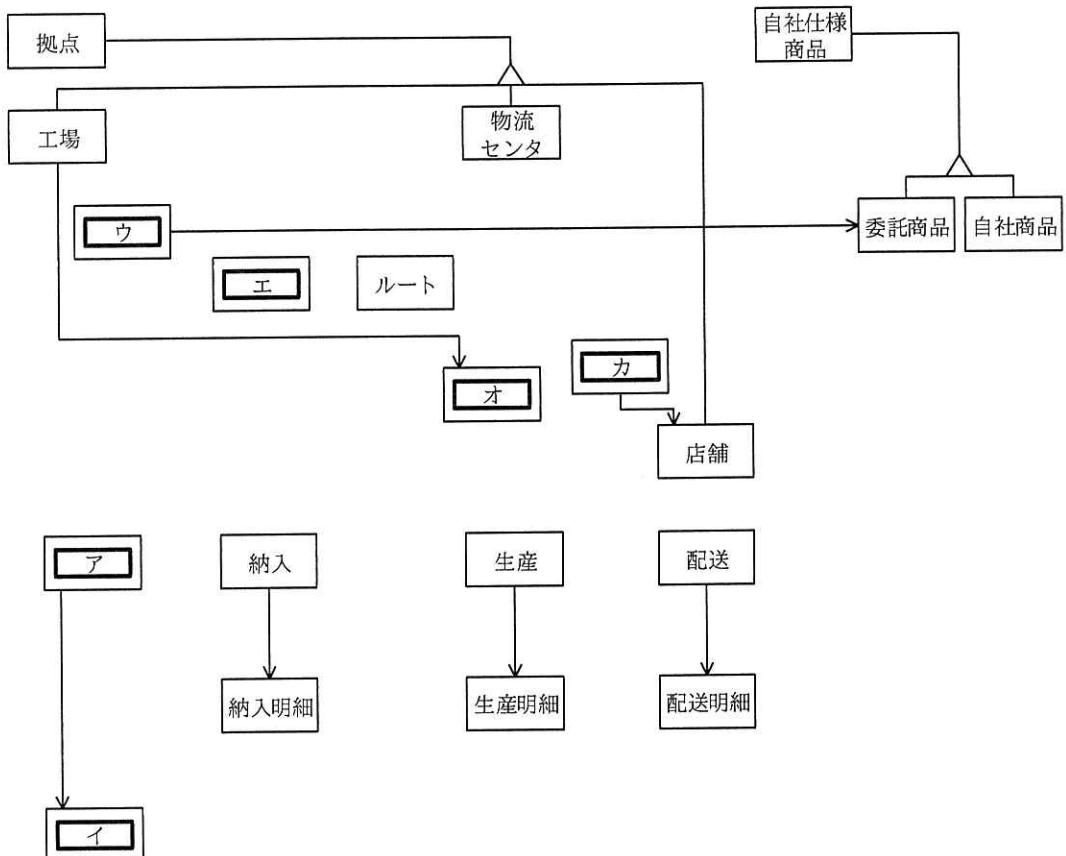
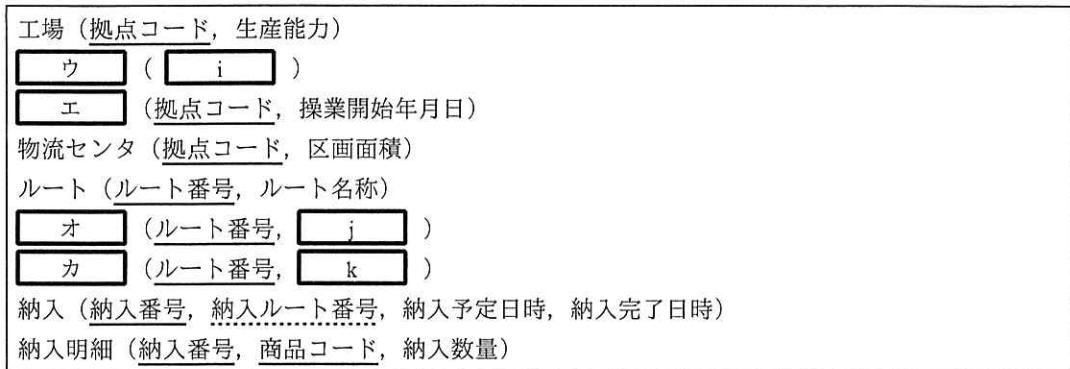

図 3 新たな商品を追加した概念データモデル（未完成）
図 4 工場, 物流センタ, ルート及び納入の関係スキーマ (未完成)
新たな商品の追加に対応するために、工場、ルート及び自社仕様商品をサブタイプに分割した。新たな商品を追加した概念データモデルを図 3 に、工場、物流センタ、ルート及び納入の関係スキーマを図 4 に示す。
- (1) 図3中の ウ ~ カ に入れる適切なエンティティタイプ名を答えよ。また、必要なリレーションシップを全て記入し、概念データモデルを完成させよ。
- (2) 図4中の i ~ k に一つ又は複数の適切な属性名を入